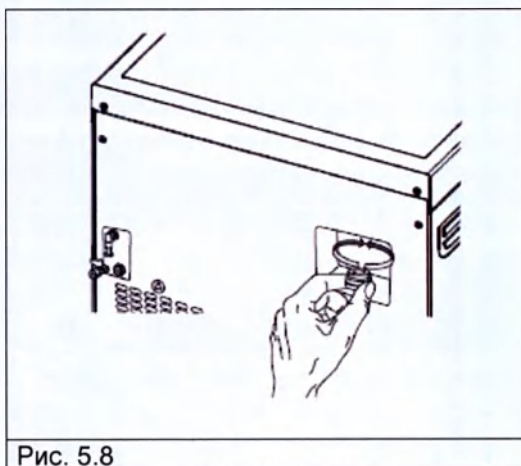

Рис. 5.8
2. Открутить колпачок клапана против часовой стрелки (см. рис. 5.8) до его прокручивания.